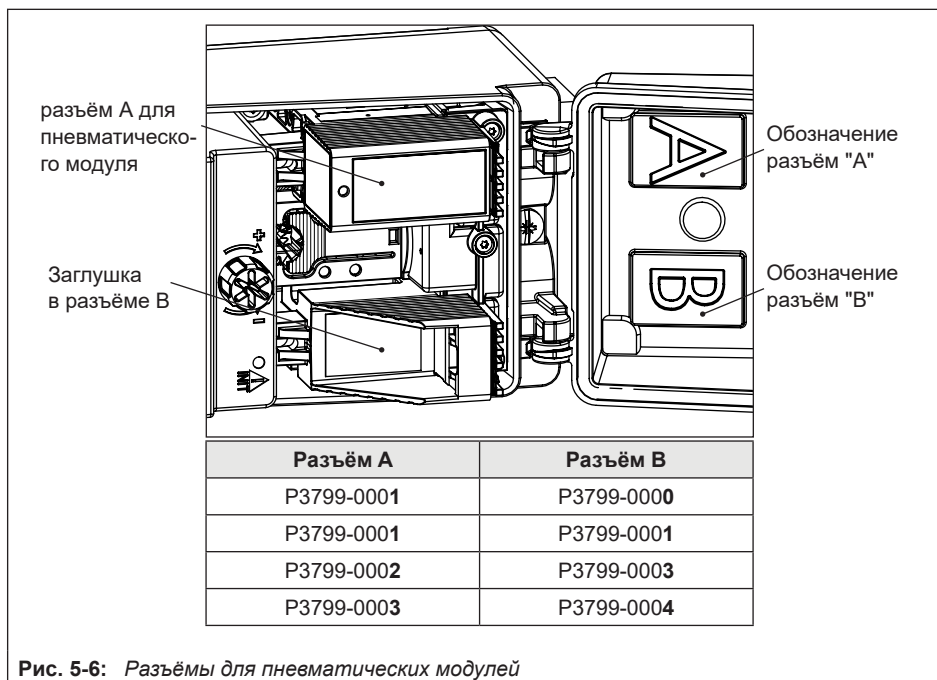

Рис. 5-6: Разъёмы для пневматических модулей
На позиционере для пневматических модулей предусмотрены два разъема, см. Рис. 5-6.
1. Следует учитывать допустимые сочетания пневматических модулей согл. Рис. 5-6.